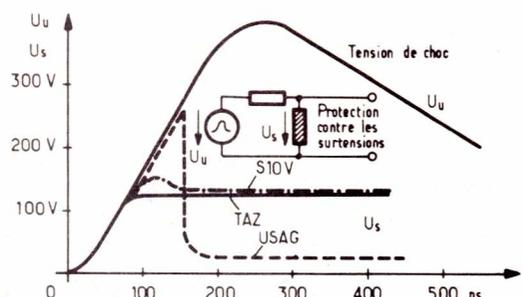

Figure 3
Dans la plupart des applications, on peut considérer que les parafoudre à carbure de sélénium ou desilicium, sont dépassés. Cela est dû à la trop faible raideur de leurs caractéristiques de limitation. Ces dispositifs absorbent une puissance notable sous la tension normale de service et limitent moins bien une surtension. Voici à la **figure 3** l'illustration des effets de limitation d'une onde de choc à front raide pour les dispositifs TAZ USAG et SIOV.
- (d) échelonnement serré des tensions de service (cf. **figure 3**) et faibles tolérances des tensions de claquage (5 %, 10 %)